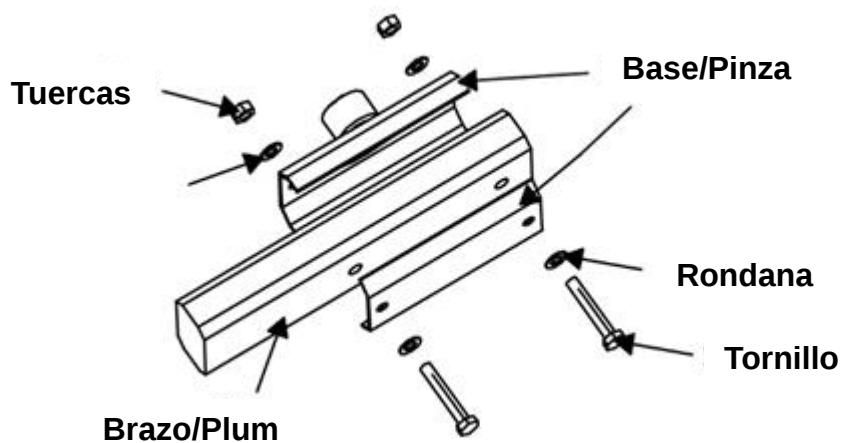

Figura 2 Instalación de brazo/pluma en el chasis
- Instale la pluma en el chasis (el bastidor), como se muestra en la figura 2.